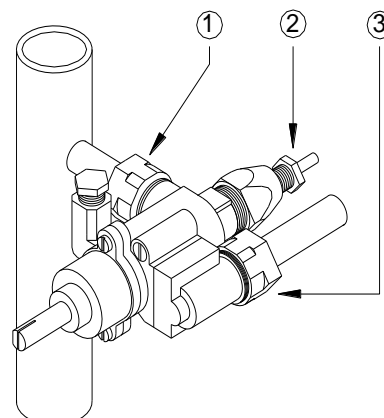

Abb. 10
- d) Löse die Schraube vom Thermoelement. **(2) Abb. 10.** am Ventil.